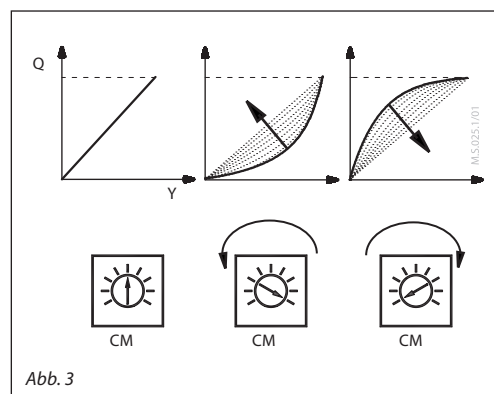

Abb. 3
**DIP4: LIN/MDF – Funktion zur Änderung der Kennlinie** (Abb. 3):